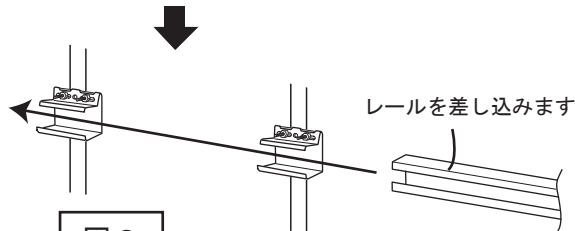

図 2
- (2) レール⑧170cmを差し込みます。(左右2箇所) 〔図2参照〕